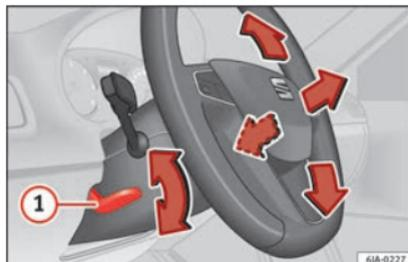

Fig. 14 Alavanca na parte inferior do lado esquerdo da coluna de direção
Ajustar a posição do volante: puxe a alavanca » **Fig. 14** ① para abaixo, mova o volante até à posição desejada e volte a subir a alavanca até ao ponto de fecho.